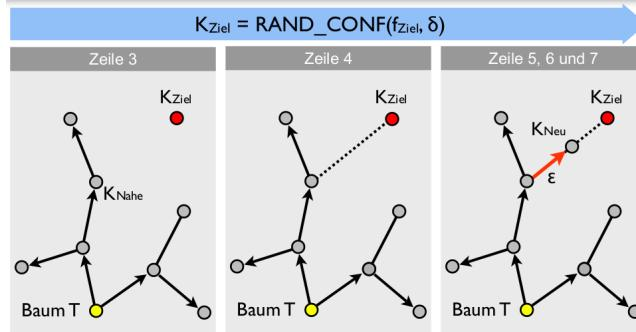

Abbildung 33: Erweiterung – Zielgerichtet planen mit RRT
**Frage 3: Wie zielgerichtet planen?** Wie in ?? dargestellt definiert die Menge der Zieleinschränkungen i.d.R. ein stark begrenztes Gebiet in  $\mathbb{K}$  (roter Bereich im 6. Panel der Abbildung), z.B. endliche Menge von gültigen Zielkonfigurationen. Somit ist die Wahrscheinlichkeit eine Zielkonfiguration zufällig zu erzeugen minimal, es dauert recht lange bis der Baum in den betreffenden Bereich reinwächst. Daher ist die in Algorithmus 2 dargestellte Modifikation der Stichprobenerzeugung sinnvoll (vgl. Abbildung 33). Der resultierende Algorithmus ist Algorithmus 3.